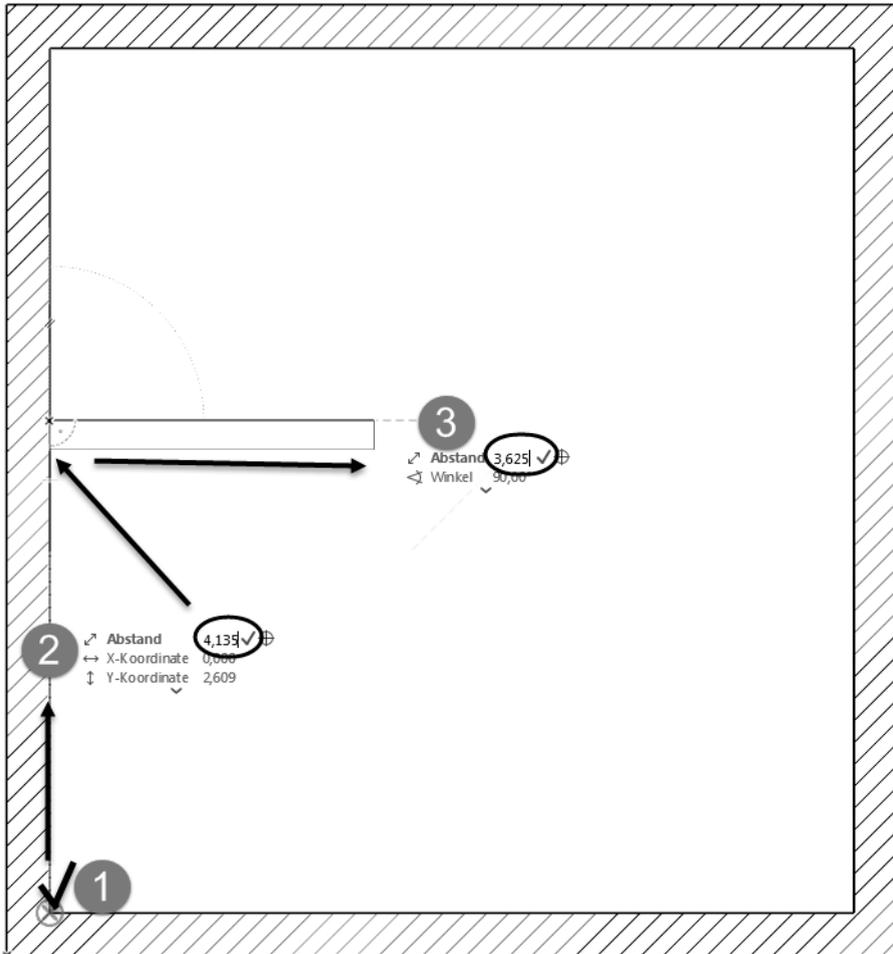

Abb. 1.29: Koordinateneingabe entlang Hilfslinie und TRACKER-Eingabe für zweiten Punkt einer Wand (RMK – Rechts-Maus-Klick)
- fahren Sie die Ecke unten links an (Abbildung 1.29), bis das Häkchensymbol erscheint und die Wand-Innenecke hellblau umkringelt wird,